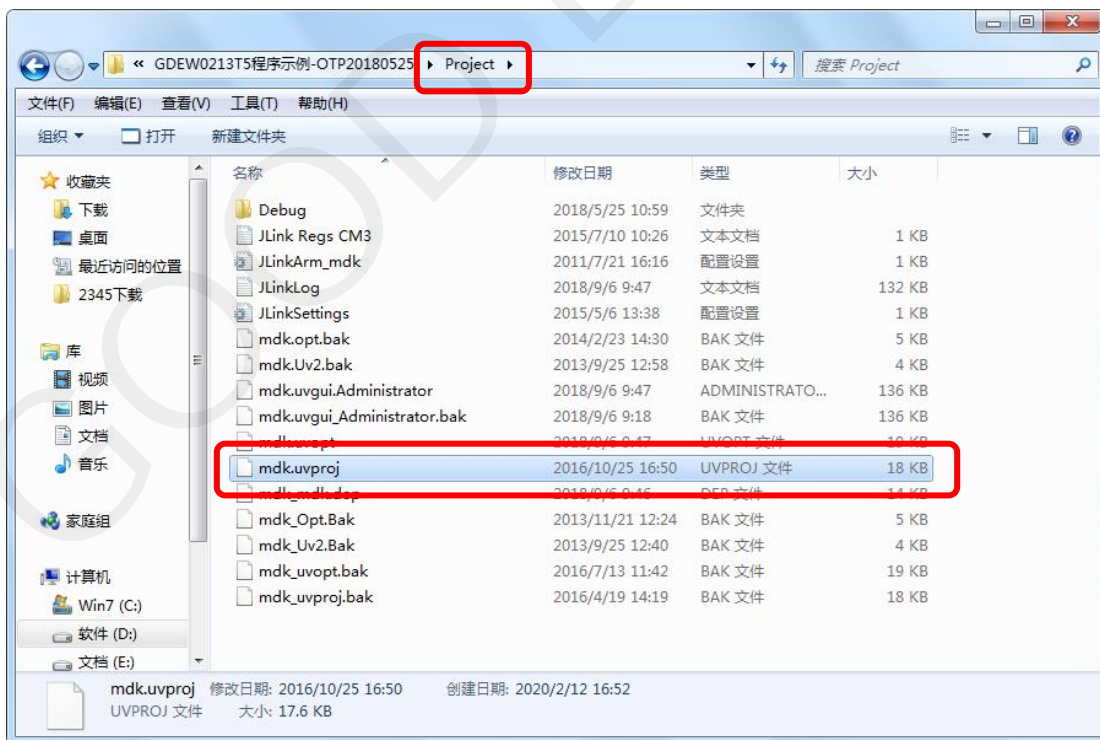

图 7 打开 mdk.uvproj 工程文件
3) 用 Keil4 打开图 7 所示驱动程序文件夹 project 中的 mdk.uvproj 工程文件。